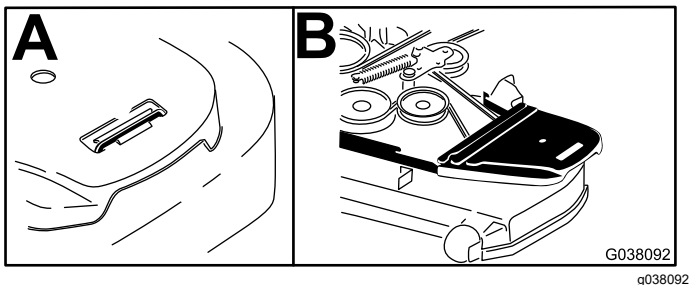

Figura 15
2. Togliete il copricinghia destro (Figura 15).